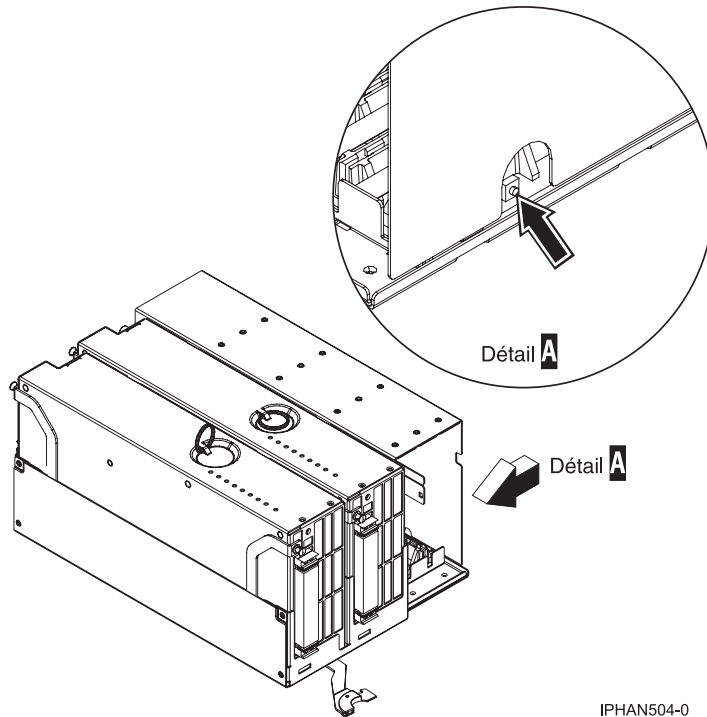

Figure 7. Activation des voyants du fond de panier
1. Si vous retirez les modules de mémoire en raison d'une défaillance du système, contrôlez les voyants (C) situés sur le bloc processeur supérieur afin d'identifier les modules de mémoire en cause. Voir figure 7. Vous pouvez allumer les voyants en procédant comme indiqué ci-après.
- Pour allumer le voyant correspondant à l'emplacement du module de mémoire défaillant, appuyez sur le bouton d'activation des voyants situé à droite du bloc. Voir la figure 7 pour connaître l'emplacement du bouton d'activation des voyants (A).